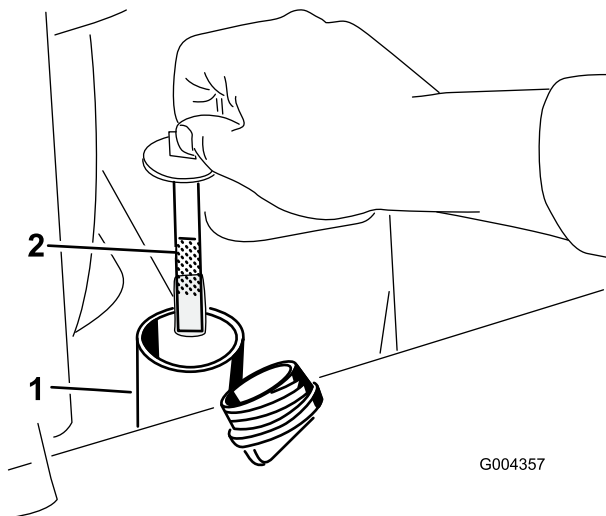

Figure 50
5. Enlevez le bouchon et la jauge du réservoir hydraulique (Figure 50).